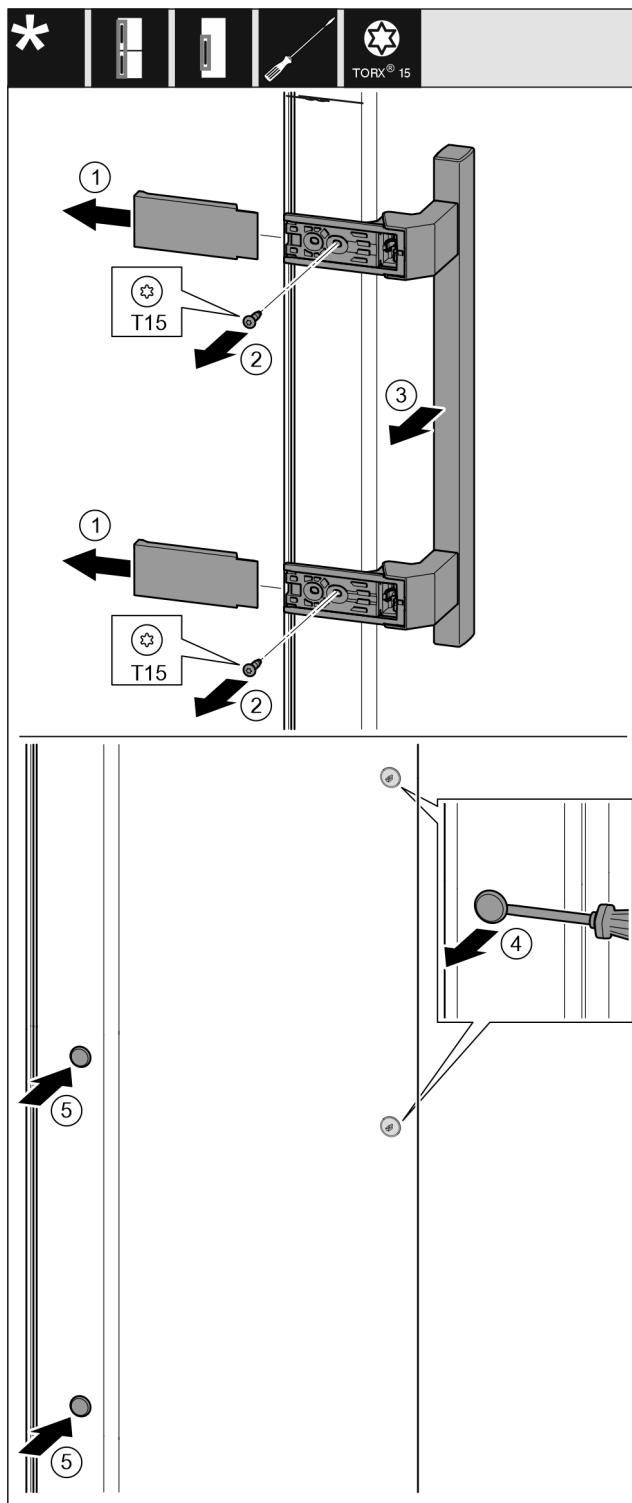

Fig. 14
- Зніміть кришку. Fig. 14 (1)
- Викрутіть гвинти за допомогою викрутки Torx 15. Fig. 14 (2)
- Зніміть ручку. Fig. 14 (3)
- За допомогою шліцевої викрутки обережно підніміть бокову заглушку та витягніть її. Fig. 14 (4)
- Вставте заглушку з іншого боку. Fig. 14 (5)